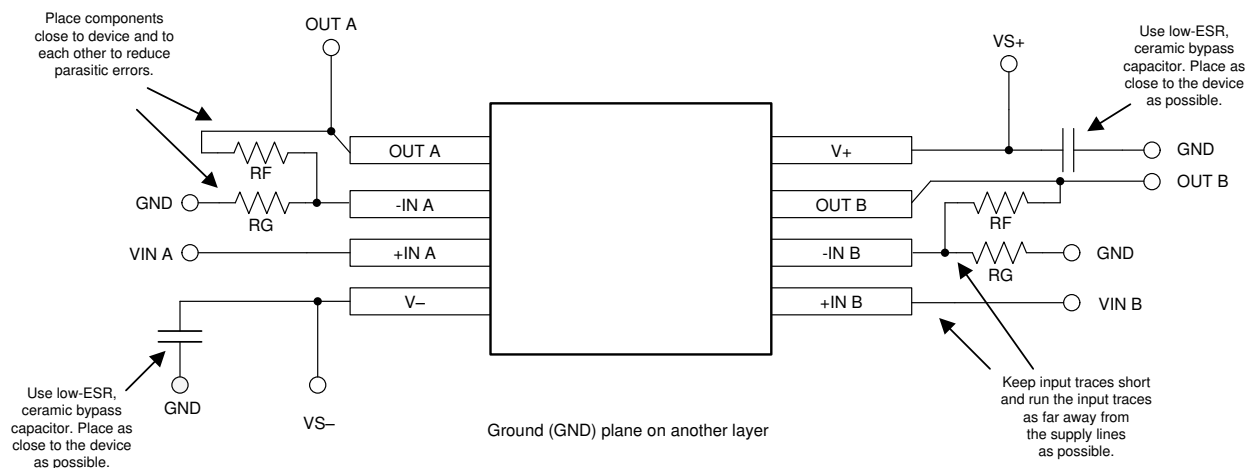

図 9-5. レイアウト例
- 外付け部品は、可能な限りデバイスに近く配置します。図 9-5 に示すように、RF と RG を反転入力の上に配置すると、反転入力の上の寄生容量が最小化されます。